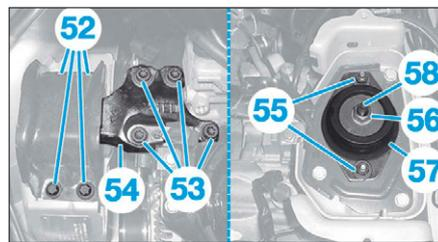

FIG. 114
- les vis (52) (Fig.114),
- les vis (53),
- le support moteur (54),
- les écrous (55),
- l'écrou (56),
- la cale élastique (57),
- l'axe (58) et son entretoise.